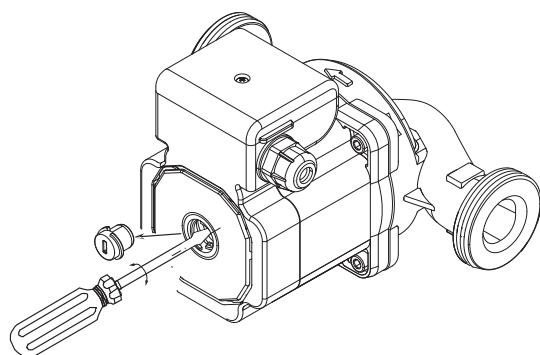

Fig. 6
- Ta bort avluftningspluggen och rotera pumpaxeln med en mejsel (fig. 6);
Om pumpen ej används under en längre tid skall kontroll göras så att pumpaxeln roterar fritt enligt (**fig.6**).
- 拆下放气堵, 用螺丝刀转动泵轴 (图6);